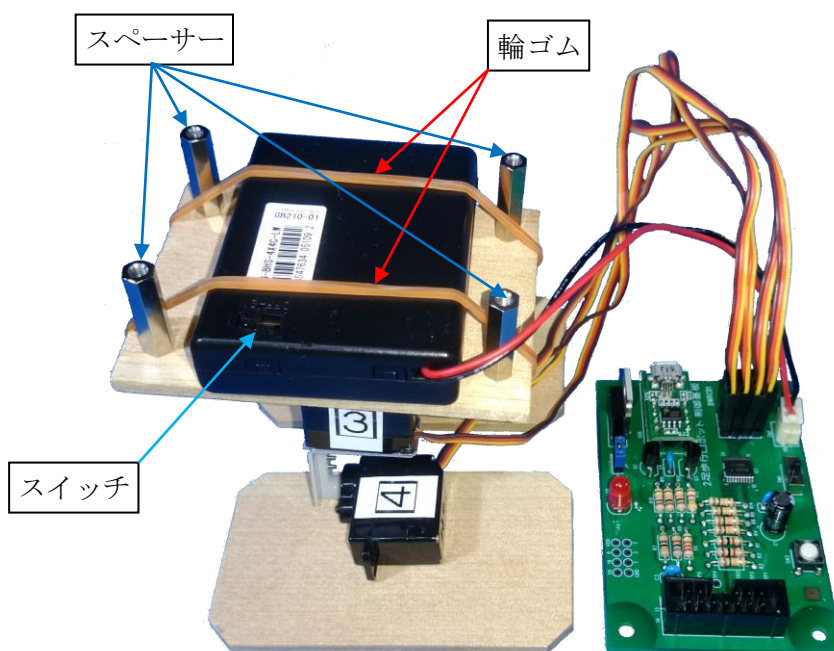

図 22 電池ボックスの取付け
⑪腰板に、4本のスペーサーを取付け、スイッチが見えるように電池ボックスを4本の輪ゴムで固定します（図 22）。